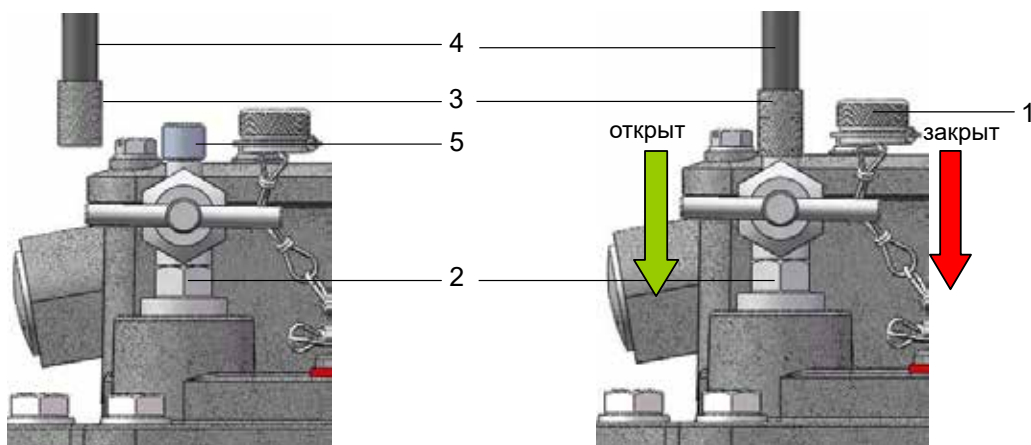

Рис. 8 - Проверка с помощью контрольного насоса
- Отвинтить малую глухую гайку (Рис. 8/ № 1) с контрольного клапана (Рис. 8/ № 2)
- Навинтить адаптер (Рис. 8/ № 3) соединительного шланга контрольного насоса (Рис. 8/ № 4) на патрубков клапана (Рис. 8/ № 5)